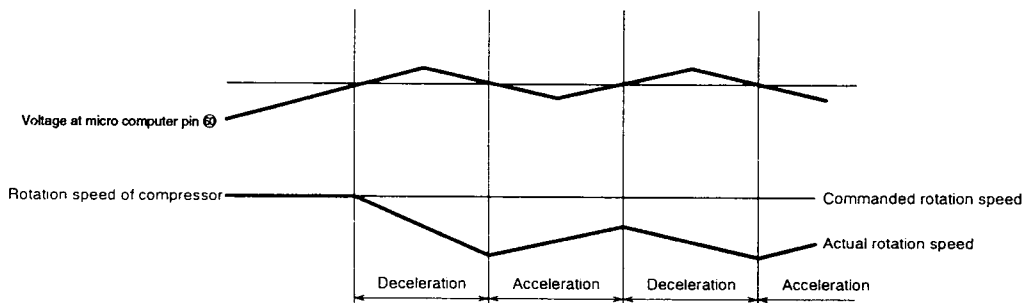

Fig. 8-7
① Externer Überlast-Beurteilungsschaltkreis
- Das aus R2 und C515 bestehende Filter entfernt die höheren harmonischen Komponenten aus der Spannung, die durch den zum Detektorwiderstand fließenden Strom generiert wird; R2 und C501A bilden den Durchschnitt dieser Spannung. Diese Spannung wird danach an OP1 Stift ⑤ eingegeben, verstärkt und an den Stift ⑥ des Mikrocomputers geliefert. Der Mikrocomputers vergleicht diesen Eingang mit dem internen Einstellwert, und wenn der Eingang den Einstellwert übersteigt, schaltet er auf den Überlast-Steuerstatus.
- Abb. 8-7 zeigt die Drehzahlsteuerung. Wenn die Spannung an Stift ⑥ des Mikrocomputers den Einstellwert übersteigt, senkt der Mikrocomputer die Drehzahl des Kompressors ab und reduziert die Last, unabhängig von der vom Innengerät-Mikrocomputer befohlenen Drehzahl.